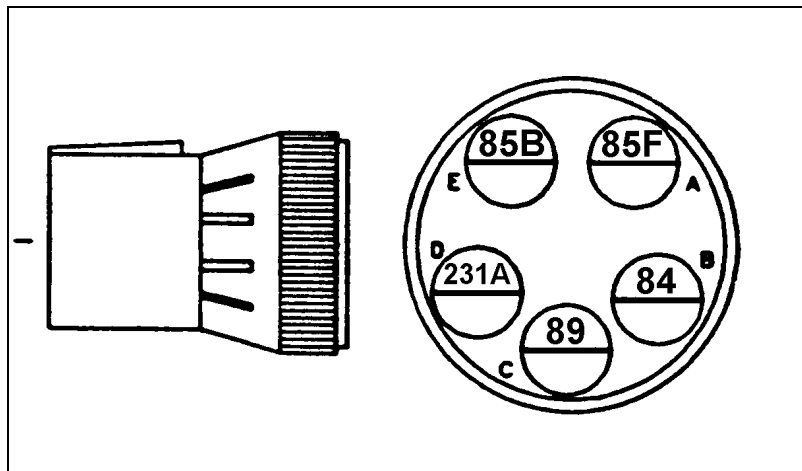

FIGURE 3 : CONNECTEUR
6. Bien insérer les chevilles de contact dans les logements du connecteur (Prévost #562566) selon la figure 3 et raccorder le connecteur au connecteur d'entrée de la boîte.